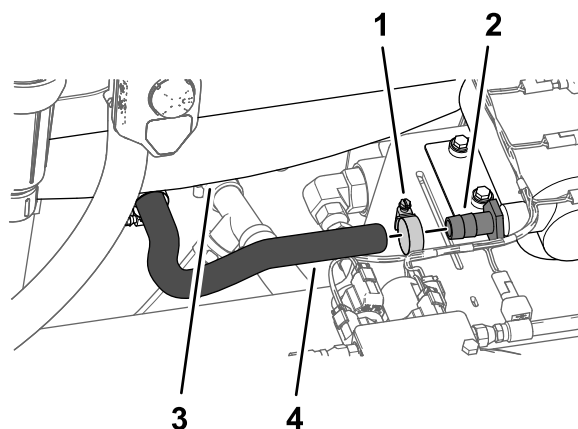

Рисунок 28
1. Наденьте шланг длиной 43,3 см в нижней части промывочного бака на внутренний штуцер типа «елочка» насоса промывочного бака с помощью шлангового хомута и затяните хомут от руки (Рисунок 28).